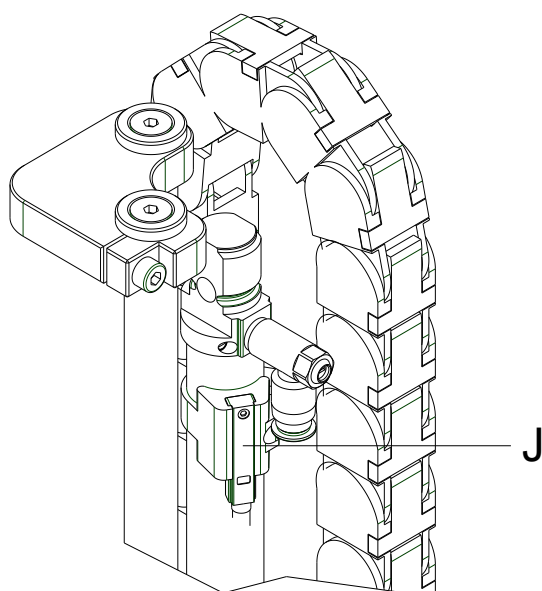

Figure 26
2. Desserrer les vis (C).
3. Retirer le support de capteur (D) avec le capteur (A).
4. Enlever les vis (B).
5. Retirer les vis (G) afin de desserrer un côté de la chaîne énergétique (F).
6. Dégager les pièces en T (I) imbriquées les unes aux autres des pièces en U (H) de la chaîne énergétique (voir Figure 26).
7. Retirer le capteur (A) de la chaîne énergétique (F).
8. Séparer la fiche (L) du capteur (A) de la carte imprimée (K).
9. Connecter le nouveau new capteur (A) avec la carte imprimée (K).
10. Insérer le nouveau capteur (A) dans la chaîne énergétique (F).
11. Refermer la chaîne énergétique (F). Imbriquer pour cela les pièces en T (I) dans les pièces en U (H).
12. Remonter la chaîne énergétique (F) et serrer les vis (G).
13. Fixer le capteur (A) au support de capteur (D) avec des vis (B).
14. Fixer le support de capteur (D) à la plaque de guidage (E) avec des vis (C).